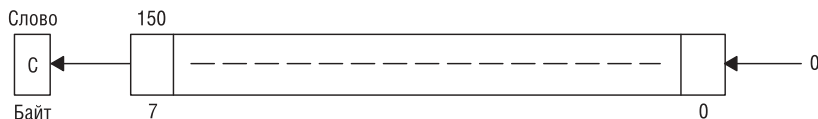

Рис. 3-14. Операнд получателя – арифметический сдвиг влево
Описание	Операнд получателя сдвигается влево на одну позицию, как показано на рис. 3.14. Старший бит MSB сдвигается в бит переноса (C), а в младший бит LSB записывается «0». Команда RLA действует как умножение со знаком на 2. Переполнение происходит, если $dst \geq 04000h$ и $dst < 0C000h$ перед выполнением операции: результат меняет знак.